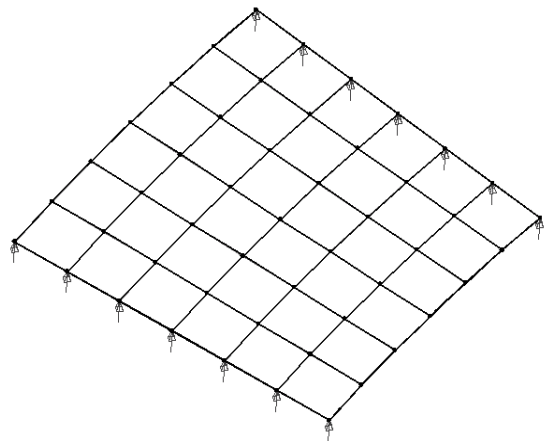

Fig. 16
- pe ecran vor fi afișate condițiile de rezemare pe cele două laturi (fig. 16)